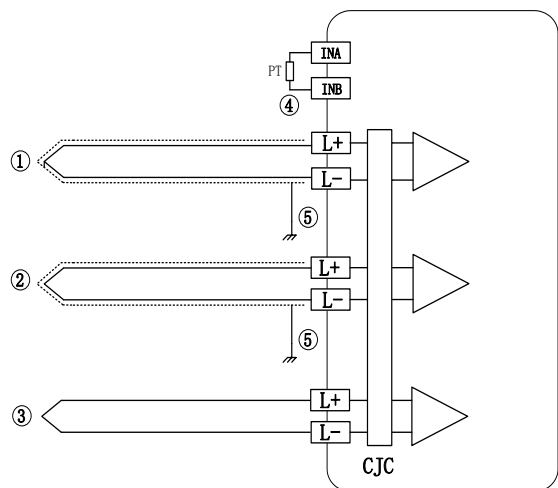

图 1-3 MC5000-4TC/8TC 用户端子布线示意图
用户端子布线要求,请参见图1-3。图中①~⑤表示布线时必须注意的事项:
- ①可以使用尖端不绝缘带屏蔽层的热电偶。
- ②可以使用尖端绝缘带屏蔽层的热电偶。
- ③可以使用尖端不绝缘不带屏蔽层的热电偶。
- ④连接外部冷端PT100热电阻时导线不宜过长。
- ⑤将热电偶屏蔽层良好接地。